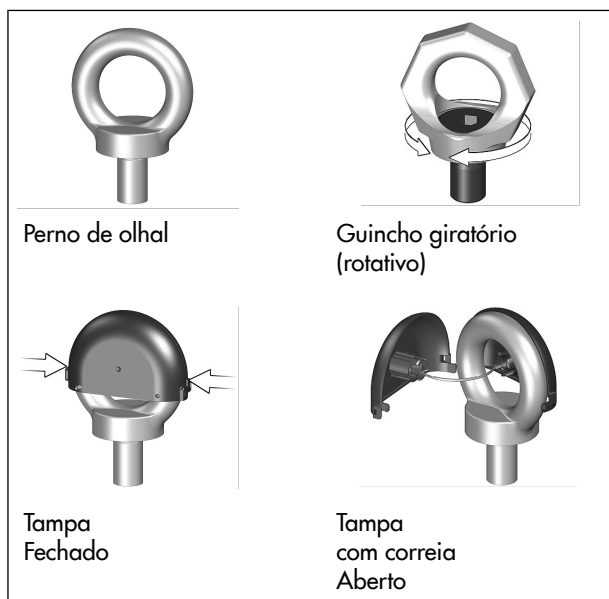

Fig. 7: Correia no perno de olhal/guincho giratório
1. Abra a tampa do perno de olhal pressionando ligeiramente os cliques laterais e retire-a (consulte a Fig. 7).
6. Retire as alças após a montagem e volte a colocar a tampa no perno de olhal (consulte a Fig. 7).